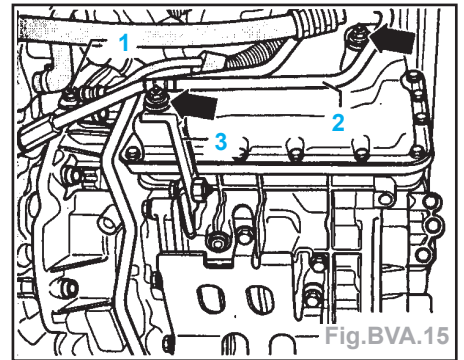

Fig. BVA.15
- Déposer la tresse de masse (1) du support de la boîte de vitesses (Fig. BVA.15).
- Déposer les écrous (flèches) du câble de direction assistée (2) ainsi que du support (3).